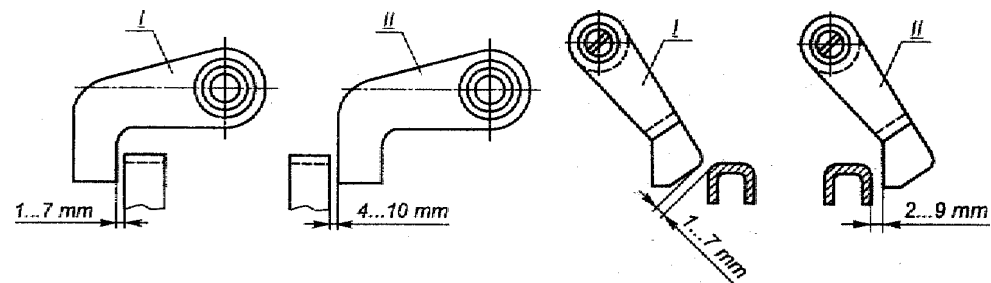

Рис. 21. Механическая блокировка выключателя Э06В:
6.12. Выдвижные выключатели изготавливаются на базовых конструкциях стационарных выключателей и дополнительно снабжены втычными контактами на выводах главной цепи, рычагами для механической блокировки (рис.21, 22) и колесами для передвижения по рельсам каркаса. Они поставляются совместно с металлическими каркасами, в которых установлены неподвижные втычные контакты, фиксирующее и вкатное устройства (рис. 23-25).